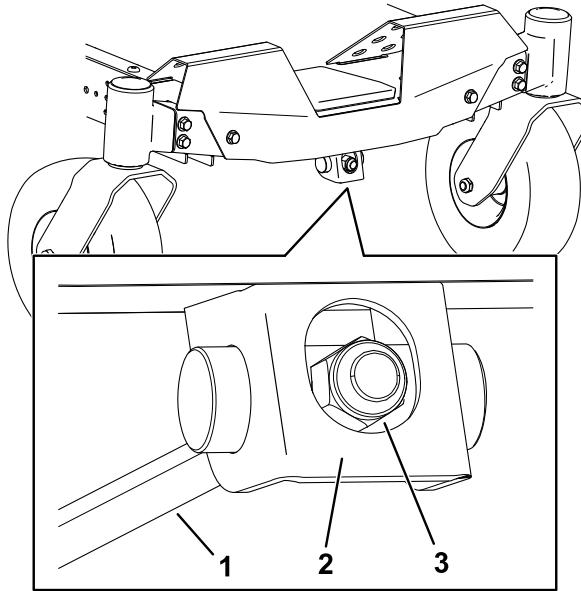

Figure 68
1. Tournez l'écrou de réglage à l'avant de la tondeuse (Figure 68).